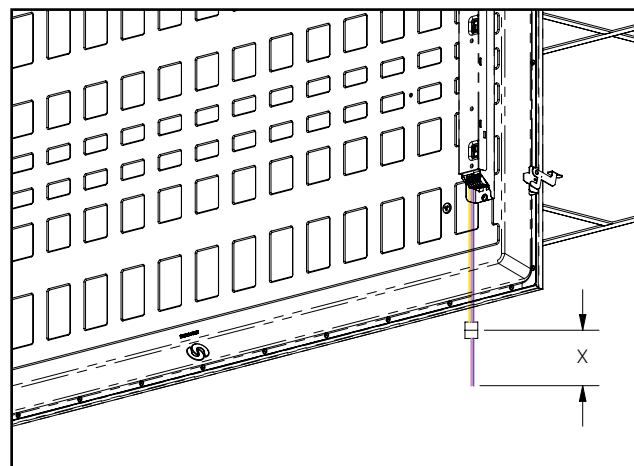

Figure 15.
15. Débranchez le segment de câblage du raccord flexible (identifié par un « X » sur la figure 15) et jetez-le. Branchez le raccord du capteur Wavelinx à sa place.